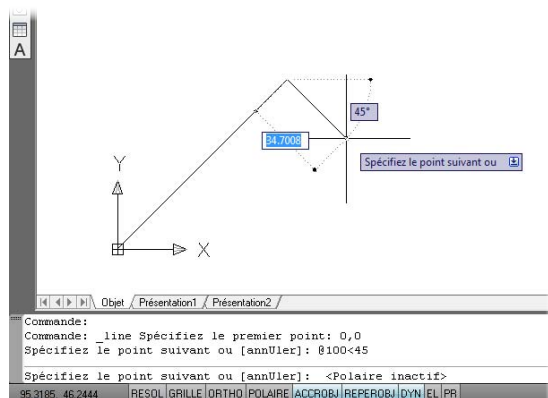

Figure 2.58
3. Au point : **@100<45** (voir Figure 2.58).